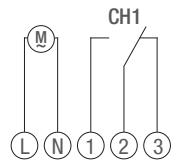

Abb. 5: Schaltbild
3. Zeitschaltuhr gemäß Schaltbild (Abb. 5) anschließen.